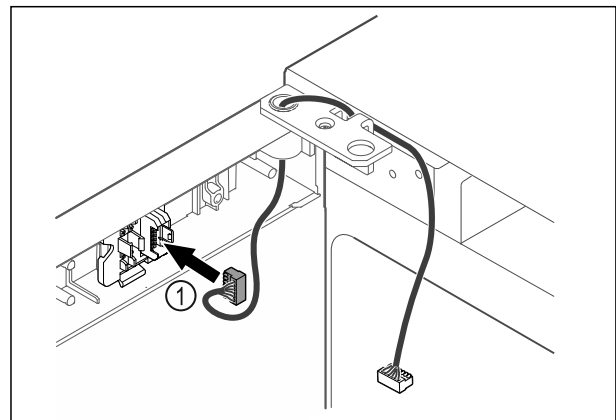

Fig. 45
- ▶ Dugja be a dugót Fig. 45 (1) a dugófoglatba.